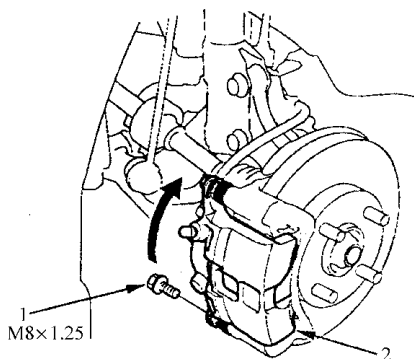

图 8-14 拆卸制动钳
1) 如图 8-14 所示,拆卸制动钳固定螺栓,把制动钳向上旋出。检查软管及销子护套是否破损或老化。